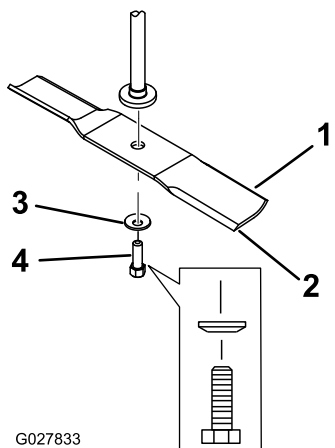

Figure 65
2. Enlevez de l'axe, le boulon, la rondelle bombée et la lame (Figure 65).
1. Placez la lame sur l'axe (Figure 65).
2. Posez la rondelle courbe (face concave vers la lame) et le boulon de lame (Figure 65).